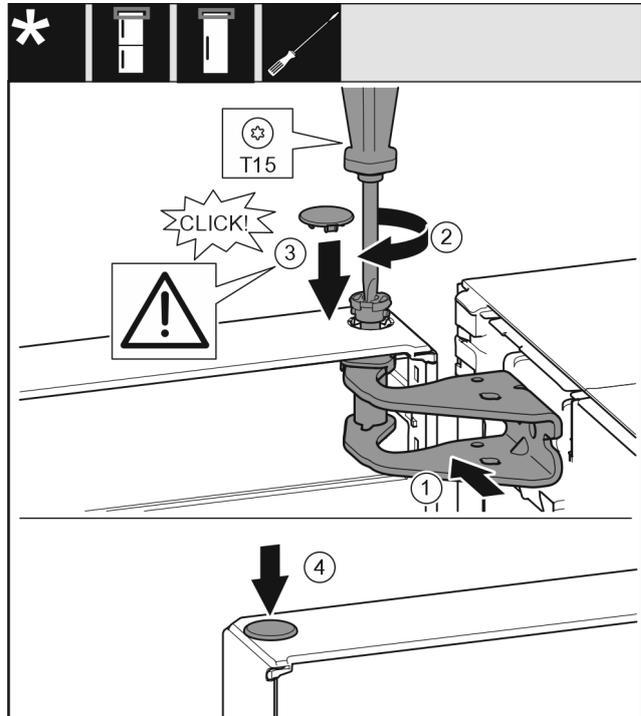

Fig. 21
- ▶ Tür oben zur Öffnung im Lagerbock ausrichten. Fig. 21 (1)
- ▶ Bolzen Fig. 21 (2) einsetzen und mit Schraubendreher festschrauben.
- ▶ Sicherheitsabdeckung Fig. 21 (3) zur Sicherung der Tür montieren: Sicherheitsabdeckung einsetzen und kontrollieren ob sie auf der Tür aufliegt. Ansonsten Bolzen vollständig einsetzen.
- ▶ Stopfen Fig. 21 (4) einsetzen.